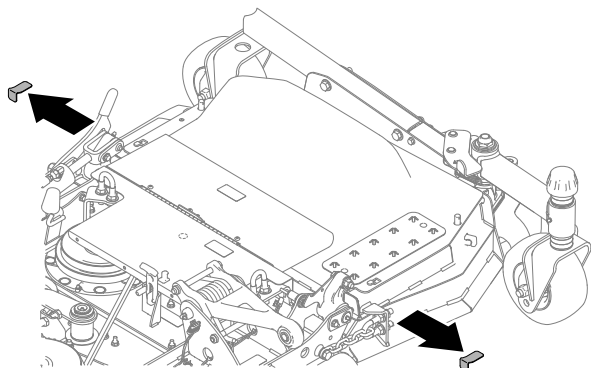

**Figura 38**
3. Na parte posterior da plataforma, aperte as porcas flangeadas serradas interiores até que as correntes fiquem tensionadas (Figura 38).
- Enrosque as porcas flangeadas serradas (Figura 38) e aperte-as com 103 to 127 N·m.